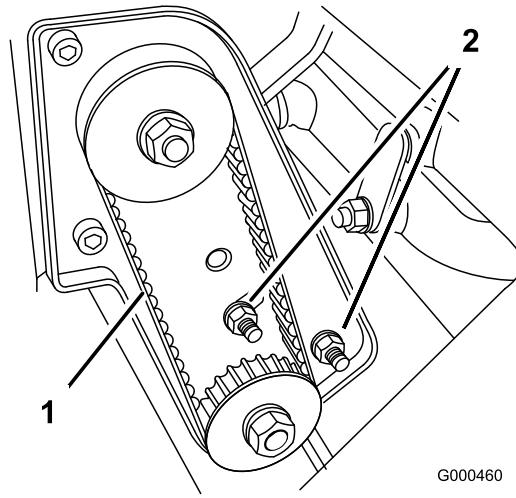

Figura 39
- A. Afloje las tuercas de montaje del alojamiento del cojinete (Figura 39)
- Sin variar el ajuste de la llave dinamométrica, apriete las tuercas de montaje del alojamiento del cojinete (Figura 39). No tense demasiado la correa.